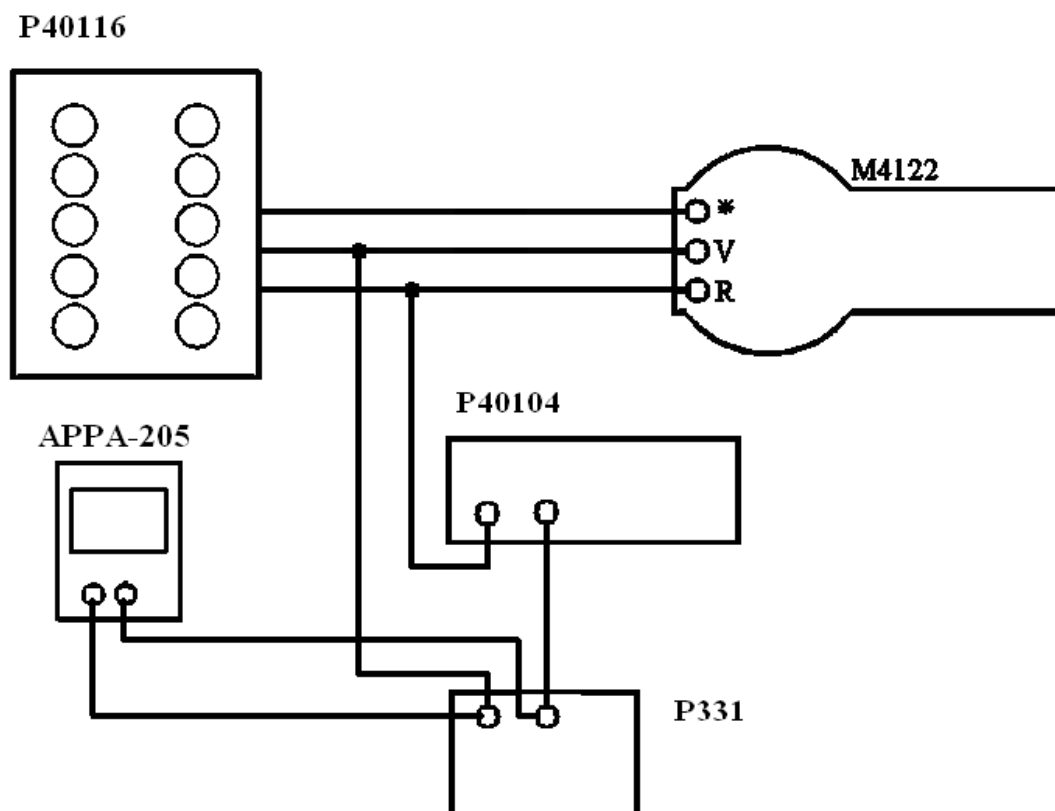

Рис.3 Схема проверки диапазона измерения сопротивлений,
Собрать рабочее место согласно рис.3.
1) Собрать схему приведенную на рис.3.
Имитатор сопротивления изоляции R , выполняется в виде набора последовательно соединенных резисторов, с суммарным значением сопротивления, равным $R = 510$ кОм и мощностью не менее 25 Вт, как показано на рис.3.